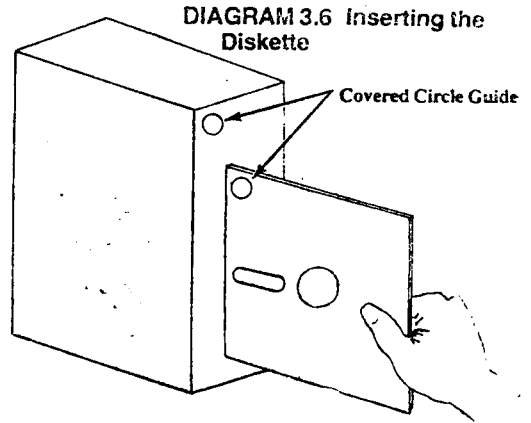

图3.6 盘的插入
3. 预防盘驱动器损坏软盘 由于不适当使用软盘驱动器和软盘，使得很多软盘损坏，大量数据丢失。有着唯一把软盘插入盘驱动器的正确方法，如图3.6所示，应用姆指和第一指握住软盘插入盘驱动器，以便使读/写磁头存取孔放在盘驱动器机构的里部。即使如此，仍容易使软盘倒置，这将引起不合适插入。为了提供最大保护，常对软盘顶部印刷标志，合适的办法是印一颜色点或方块于盘的前上角，以此为参考点，保证正确地插入软盘。在关闭盘驱动器门时，一定要使软盘完全插入，如果不全插入而又用力关门，则盘的露出端会被门弯曲，而且当盘驱动器抓住中央衬套孔时，由于不处于中心，会使衬套孔损坏。